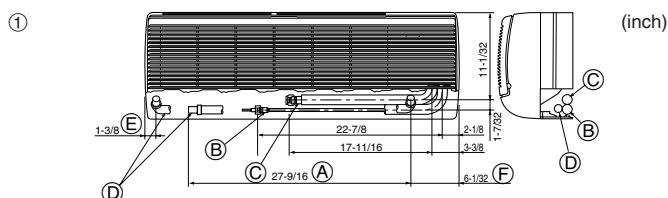
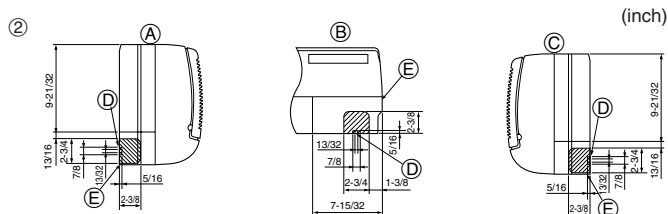

Fig. 4-2
Fig. 4-3
① Posición de los tubos del refrigerante y de drenaje (Fig. 4-2)
- (A) Longitud total de la manguera flexible
- (B) Tubería de líquido
- (C) Tubería de gas
- (D) Manguera de drenaje
- (E) Tubería del lado izquierdo
- (F) Tubería del lado derecho
② Determine la posición de los agujeros ciegos en la unidad. (Fig. 4-3)
- (A) Tuberías del lado izquierdo
- (B) Tuberías inferiores
- (C) Tuberías del lado derecho
- (D) Orificio pasante para el cable del controlador remoto
- (E) Caja lateral